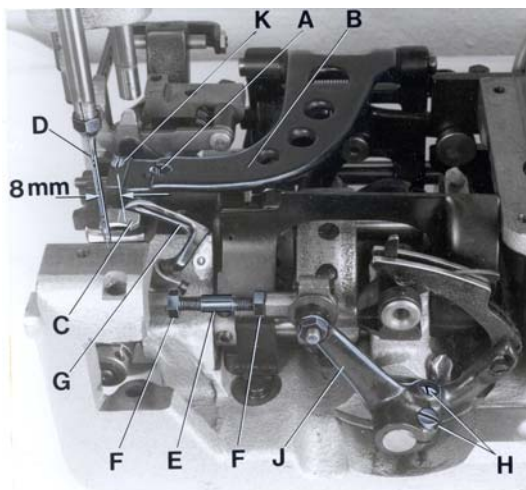
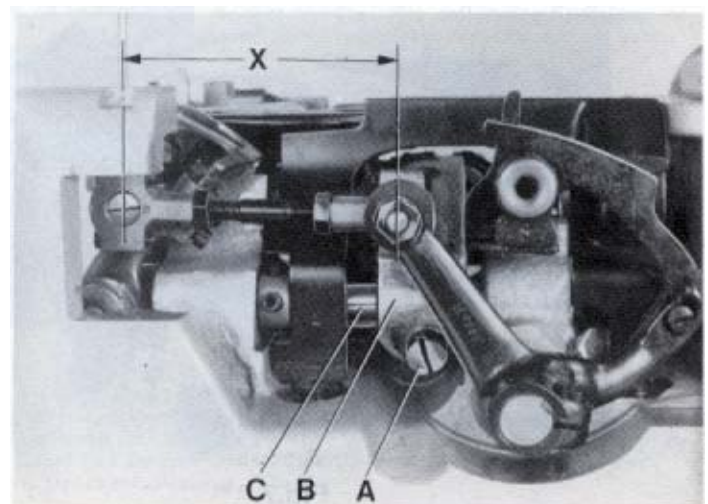
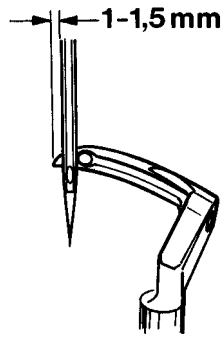
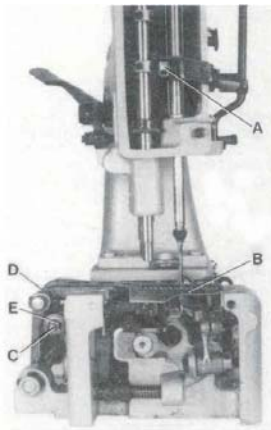

Fig. 3
Fig. 4
Fig. 5
Fig. 6
Remove the presser foot, throat plate and feed dog and on styles 80800H and HA also the needle guard for convenient access to the machine. On styles 80800C, D and E loosen the screw (A, Fig. 3) in the feed bar (B) and push the feed bar needle guard (C) to the rear to avoid its contacting the needle (D).
For the two thread double locked stitch styles 80800C, E, H and HA, set the looper connecting rod (E) so the distance (X, Fig. 4) between the center lines of the two ball joints is 69.8 mm (2 3/4"). The dimension (X, Fig. 4) should be 68.3 mm (2 11/16") on the single thread chain stitch style 80800D. For adjustment loosen the two nuts (F, Fig. 3) and turn connecting rod (E) forward or backward as required to obtain specified dimension, retighten nuts (F).
Rotate the machine pulley in operating direction so that the looper moves from right to left. The looper point should pass as close as possible to the back of the needle without contacting 0.08 to 0.13 mm (.003 to .005") clearance. For adjustment loosen screws (A, Fig. 4) in the looper eccentric fork (B) and turn looper rocker shaft (C) on the looper rocker forward or backward as required. Retighten screw (A).
Zur bequemeren Einstellung entfernen Sie Drückerfuß, Stichplatte und Transporteur und bei den Maschinen 80800H und HA auch den Nadelanschlag. Lösen Sie bei den Maschinen 80800C, D und E die Schraube (A, Fig. 3) im Transporteurträger (B) und drücken Sie den Nadelanschlag nach hinten, damit er die Nadel (D) nicht berühren kann.
Bei den Zweifaden-Doppelkettenstichmaschinen Typen 80800C, E, H und HA muß die Greiferverbindungsstange (E) so eingestellt sein, daß der Abstand (X, Fig. 4) von der Mitte zu Mitte Kugelgelenk 69,8 mm beträgt. Bei der Einfaden-Einfachkettenstichmaschine Typ 80800D beträgt der Abstand (X, Fig. 4) 68,3 mm. Zum Einstellen lösen Sie die beiden Muttern (F, Fig. 3) und drehen die Verbindungsstange (E) vor oder zurück bis der erforderliche Abstand erreicht ist. Ziehen Sie die Muttern (F) wieder an.
Drehen Sie die Riemenscheibe in Nährichtung so, daß sich der Greifer von rechts nach links bewegt. Die Greiferspitze soll so dicht wie möglich hinter der Nadel vorbeigehen, ohne diese zu berühren (0,08 bis 0,13 mm Abstand). Zur Einstellung lösen Sie die Schraube (A, Fig. 4) in der Greiferexzentergabel (B) und schwenken die Greiferhebelwelle (C) am Greiferhebel mit Greifer nach Bedarf vor oder zurück. Ziehen Sie die Schraube (A) wieder an.
Remove the face cover on machine arm. Rotate machine pulley in operating direction until the looper point, moving to the left, projects 1 to 1.5 mm (.040" to .060") left of the needle (see Fig. 5). Lower edge of looper and upper edge of needle eye must be flush in this position. If adjustment is necessary, loosen clamp screw (A, Fig. 6) in the needle bar connection and move the needle bar up or down, as required. Retighten screw (A) and remount face cover.
At highest point of feed dog travel, the feed dog (B, Fig. 6) should be set so, that the rear teeth project their full depth above the throat plate surface. For setting remove the feed dog and adjust the supporting screw (K, Fig. 3) on the top of the feed bar to the required height. Remount the feed dog, and on styles 80800H and HA also the needle guard.
On styles 80800C, D and E stud (C, Fig. 6) for changing the stitch length is accessible from the outside. On styles 80800H and HA the housing for the tape cutter and the rear cloth plate have to be removed for changing the stitch length.
The length of the stitch can be adjusted by raising or lowering the stud (C, Fig. 6) in the segment slot of the feed rocker (D). Lowering stud (C) will lengthen the stitch. After loosening nut (E), stud (C) can be moved accordingly. When the desired stitch length is obtained, retighten nut (E). Remount housing for cutter and rear cloth plate on styles 80800H and HA.
The needle guard (C, Fig. 3) has to be set so, that it just contacts the needle at its most forward point of travel, without deflecting it.
On styles 80800C, D and E loosen screw (A, Fig. 3) in the feed bar (B) and adjust the needle guard (C) accordingly. Retighten screw (A).
Entfernen Sie den Stirndeckel am Maschinenarm. Drehen Sie die Riemenscheibe in Nährichtung bis die sich nach links bewegende Greiferspitze 1 bis 1,5 mm links der Nadel steht (siehe Fig. 5). In dieser Stellung müssen Unterkante Greifer und Oberkante Nadelöhr bündig sein. Ist eine Einstellung notwendig, lösen Sie die Klemmschraube (A, Fig. 6) im Nadelstangenmitnehmer und schieben die Nadelstange (B), je nach Bedarf, nach oben oder unten. Ziehen Sie die Schraube (A) wieder an und montieren Sie den Stirndeckel.
Im höchsten Punkt der Transporteurbewegung sollen die hinteren Zähne des Transporteurs (B, Fig. 6) eine volle Zahnhöhe über die Stichplattenoberfläche hinausragen. Zur Einstellung entfernen Sie den Transporteur und stellen die Stützscharbe (K, Fig. 3) oben im Transporteurträger auf die entsprechende Höhe. Montieren Sie den Transporteur wieder, bei den Maschinen 80800H und HA auch den Nadelschlag.
Bei den Maschinen 80800C, D und E ist der Bolzen (C, Fig. 6) zum Einstellen der Stichelänge von außen zugänglich. Bei den Maschinen 80800H und HA muß zum Einstellen der Stichelänge das Gehäuse für den Bandabschneider und die hintere Stoffplatte entfernt werden.
Die Stichelänge kann durch höher- oder tieferstellen des Bolzens (C, Fig. 6) in der Nut des Transportrahmen (D) verändert werden. Tieferstellen des Bolzens (C) verlängert den Stich, höherstellen verkürzt ihn. Nach Lösen der Mutter (E) läßt sich der Bolzen (C) entsprechend verschieben. Wenn die gewünschte Stichelänge eingestellt ist, ziehen Sie die Mutter (E) wieder an. Montieren Sie bei den Maschinen 80800H und HA das Gehäuse für den Abschneider und die hintere Stoffplatte wieder.
Der Nadelanschlag (C, Fig. 3) muß so eingestellt sein, daß er in der vordersten Stellung seiner Bewegung gerade die Nadel berührt, aber nicht ablenkt.
Zur Einstellung lösen Sie bei den Maschinen 80800C, D und E die Schraube (A, Fig. 3) im Transporteurträger (B), und stellen den Nadelanschlag (C) entsprechend ein. Ziehen Sie die Schraube (A) wieder an.